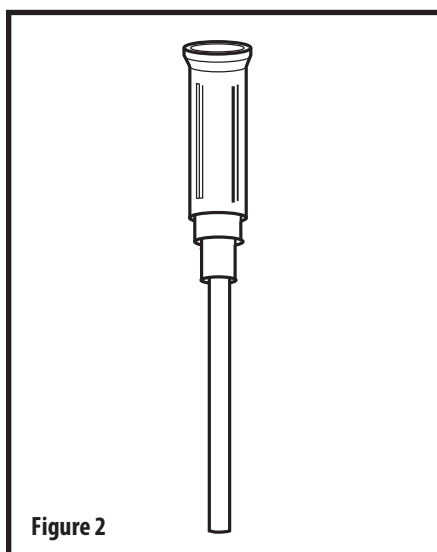

Figure 2
7. Breng de introduercanule (afb. 2) in de jejunumpoort in totdat het aanzetstuk contact maakt met de jejunale voedingspoort en de introduercanule duidelijk zichtbaar is binnen de sonde. De introduercanule opent het eenwegventiel en beschermt het tegen beschadiging door de voedingsdraad.